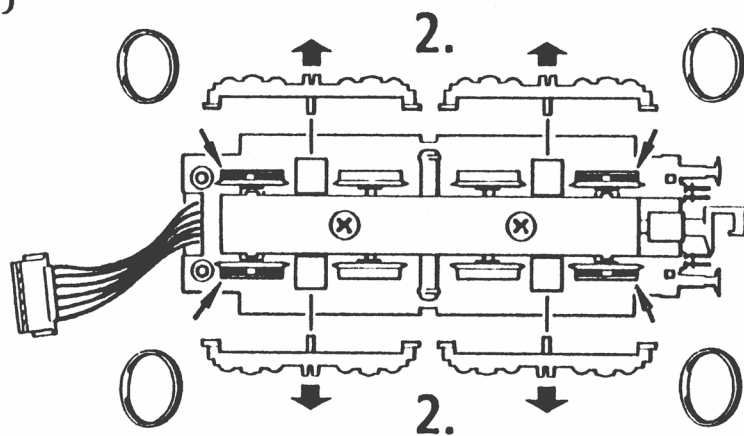

Fig. 7
2. Schmierung: Versehen Sie die im Schmierplan in Fig. 4 gekennzeichneten Stellen mit nur **kleinen Öltropfen**. Dazu zuerst das Lok- bzw. Tendergehäuse abnehmen (Fig. 7, Fig. 5). Wir empfehlen den **ROCO Öler Art.-Nr. 10906**. Fürs Schmieren der Getriebeteile (Zahnräder, Schnecke) empfehlen wir das **ROCO-Spezialfett Art.-Nr. 10905**. Im Falle der Schmierung diese Teile **nicht ölen**.
2. Lubrication: Apply **tiny oil drops** to spots marked in fig. 4. Prior to lubrication dismantle the loco body or the tender body (fig. 7, fig. 5). We recommend using item no. **10906, ROCO oiler**. For lubrication the gearparts (e.g. cogwheels, worm) we would recommend our ROCO **special grease** (item no. **10905**).
2. Graissage: N'appliquez **qu'une toute petite goutte** aux endroits indiqués par le plan de graissage (fig. 4) après avoir démonté la caisse du locomotive/tender (fig. 7, fig. 5). Nous vous recommandons **le graisseur à huile ROCO réf. 10906**. Pour graisser les engrenages (roues dentées, vis sans fin) nous vous conseillons la **graisse spéciale ROCO réf. 10905** pour engrenages en matières synthétiques. Lorsque vous utilisez cette graisse il faut éviter d'huiler ces composants.
^{see} } Fig. 7